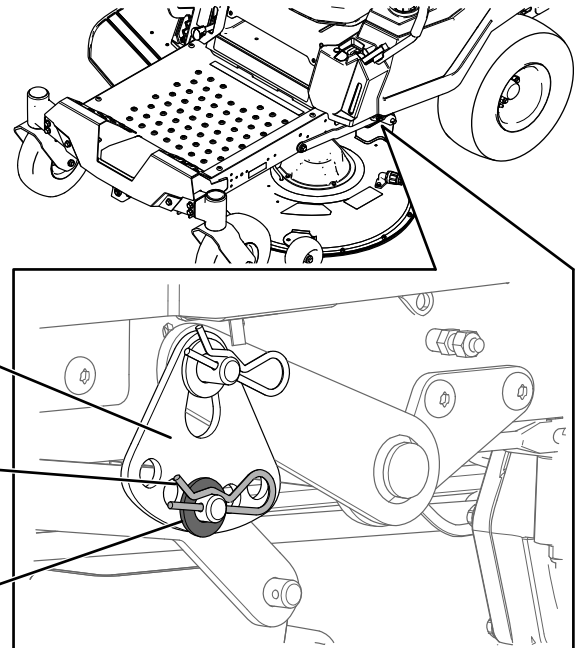

Bild 71
6. Entfernen Sie den Splint und die Unterlegscheibe vom unteren Hubarmbolzen (Bild 71).